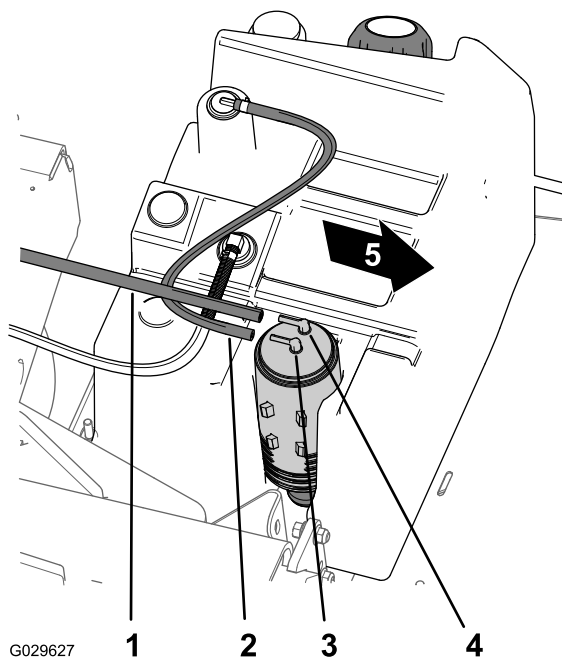

Рисунок 46
2. Снимите шланг топливного бака со штуцера с маркировкой Fuel Tank (Топливный бак) на адсорбере (Рисунок 46).
1. Снимите вакуумный шланг со штуцера с маркировкой Purge (Продувка) на адсорбере (Рисунок 46).
8. Наденьте вакуумный шланг на штуцер с маркировкой Purge (Продувка) на адсорбере, и шланг топливного бака на штуцер с маркировкой Fuel Tank (Топливный бак) (Рисунок 46).